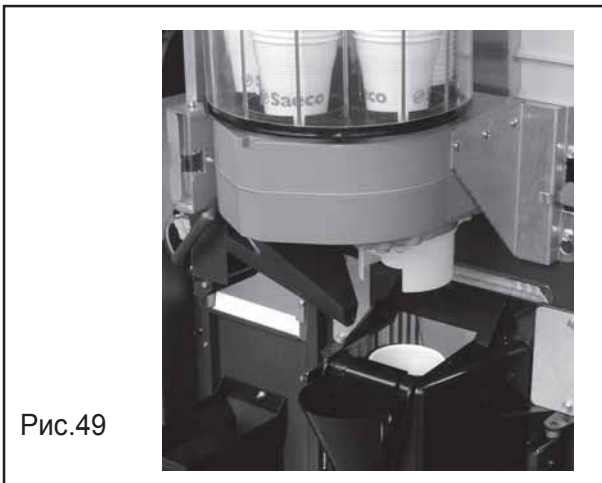

Рис.49
- Дверца окна выдачи (Рис. 49).